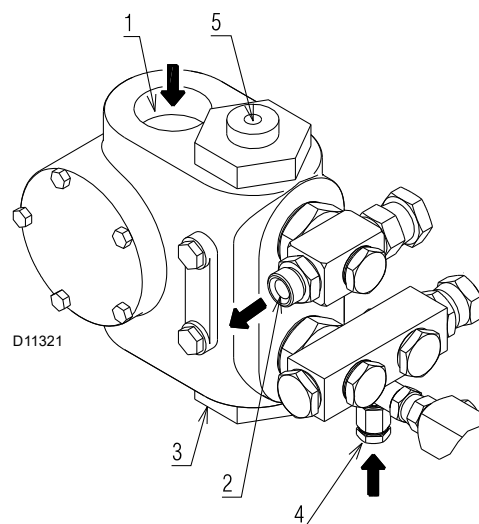

Рис. 21
- Для автоматического запуска насоса (Рис. 21) необходимо отвернуть винт 4), чтобы выпустить воздух из всасывающего трубопровода.
Если насос был опорожнен, перед запуском заполните его топливом через колпачок вакуумметра 3)(Рис. 21), в противном случае он будет заедать.
Обозначения (Рис. 21)